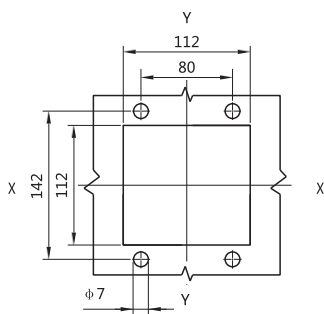

图 4a
5.5 固定式或插入式断路器($I_{nm} \geq 250$)柜门开孔图(见图4a)，抽出式断路器($I_{nm} \geq 250$)柜门开孔图(4b)